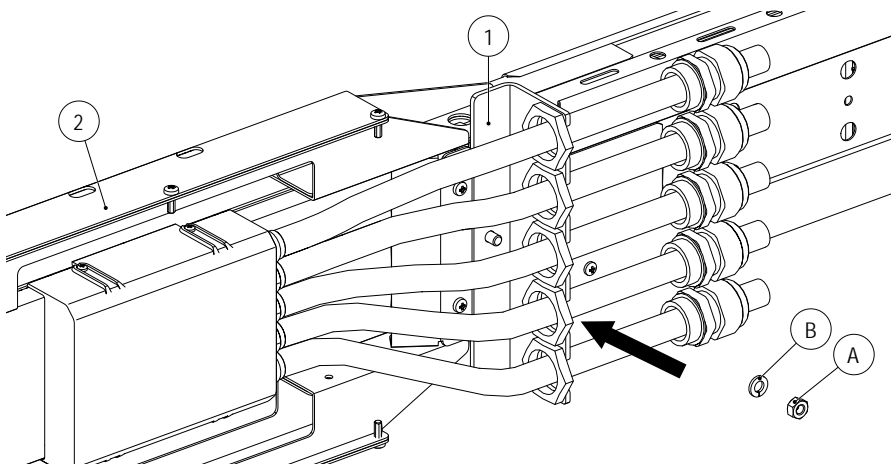

Abb. 75: Zugentlastungsblech (1) montieren
5. Das Zugentlastungsblech (1) mit der Sechskantmutter (A) und dem Federring (B) mithilfe eines Gabelschlüssels SW10 am Befestigungsrahmen anziehen (siehe Abb. 75).